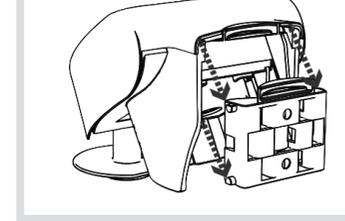

Bild 8: Montage auf Befestigung
- (10) Anschlussklemmen für Hilfsspannung
- (11) KNX-Busananschlussklemme
- (12) Steckverbinder für Niederschlagsensor in der Gehäuseabdeckung
- (13) Programmier-Taste und -LED
- (14) GPS-Antenne
- Abdeckung (8) auf das Gehäuse-Unterteil (3) auflegen und vorsichtig runterdrücken bis es hörbar einrastet.
- Die Wetterstation von oben in die montierte Befestigung schieben. Darauf achten, dass die Zapfen der Wand-/Mastbefestigung in den Führungen des Gehäuse-Unterteils hörbar einrasten (Bild 8).